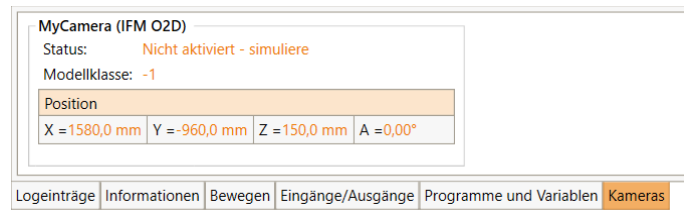

Abbildung 44: Kamera-Statusbereich
- CRI-Schnittstelle: Das Bild wird über, die Ethernet-Schnittstelle an iRC übertragen und kann dort im Kamera-Statusbereich beobachtet werden (s. Abb. 44).